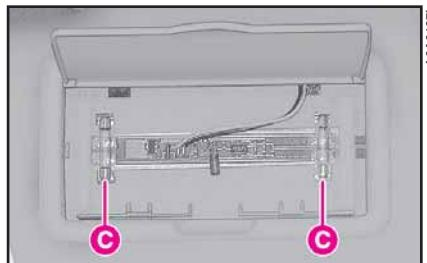

fig. 39
3) quite las lámparas C (fig. 39) separándolas de los contactos laterales y sustitúyelas;